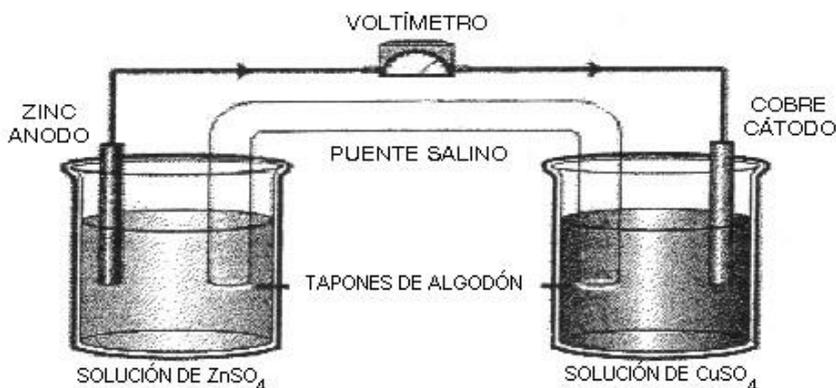

FIGURA No. 2
En la siguiente celda  $\text{Zn}^0/\text{Zn}^{2+} // \text{Cu}^{2+}/\text{Cu}^0$  ocurre la conversión de energía química en eléctrica. Por ej. (ver figura No.2), una lámina de cinc sumergida en una solución de  $\text{ZnSO}_4$  se oxida en un tiempo determinado, mientras la lámina de cobre sumergida en una solución de  $\text{CuSO}_4$  aumentará de peso y la solución irá disminuyendo de color, debido a que los iones  $\text{Cu}^{2+}$  se reducen depositándose en la lámina de cobre, llamándose celda catódica.
**4.2.1 Celdas Galvánicas** Instalar el equipo tal como se muestra en la fig. No.2